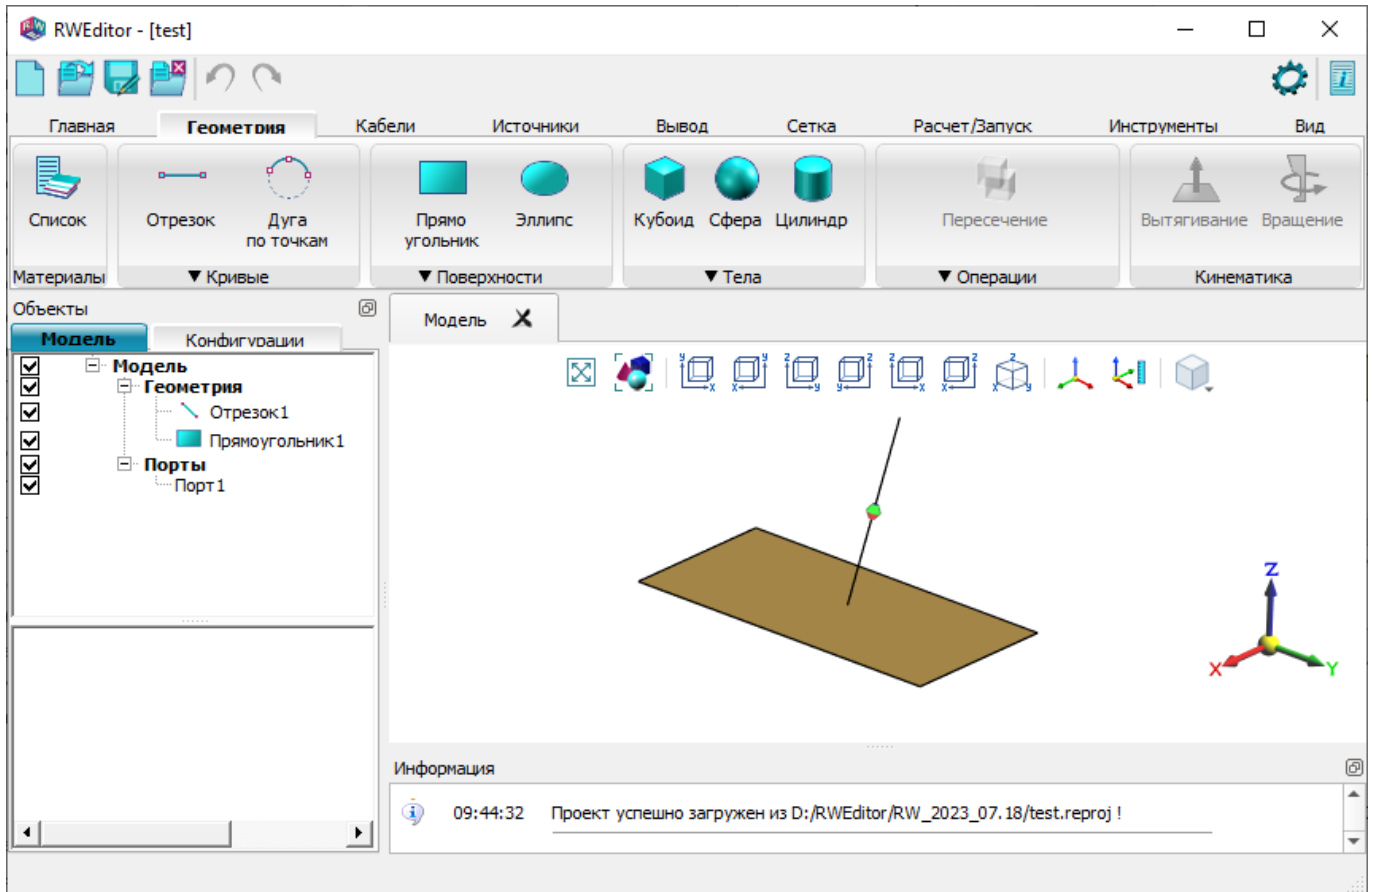

Рис. 2
4.2.4. Главное окно программы RWEEditor с загруженным проектом показано на рис. 2.
4.2.5. Окна «Объекты» и «Информация» являются встраиваемыми и по умолчанию располагаются так, как показано на рис. 2. Встраиваемое окно может быть откреплено от главного окна в самостоятельное окно и перемещено либо на второй экран, либо расположено в главном окне на новом месте. Доступные места при перемещении